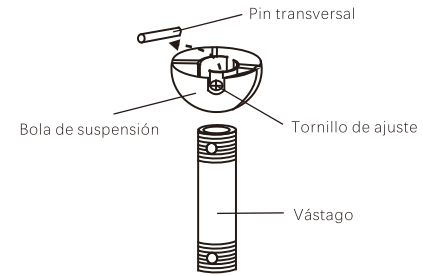

Imagen 7
**Paso 5.** Quite la bola de suspensión desde el montaje con vástago al aflojar el tornillo de ajuste, destornillar y quitar el pin transversal y destornillar la bola de la vástago. (Imagen 7)